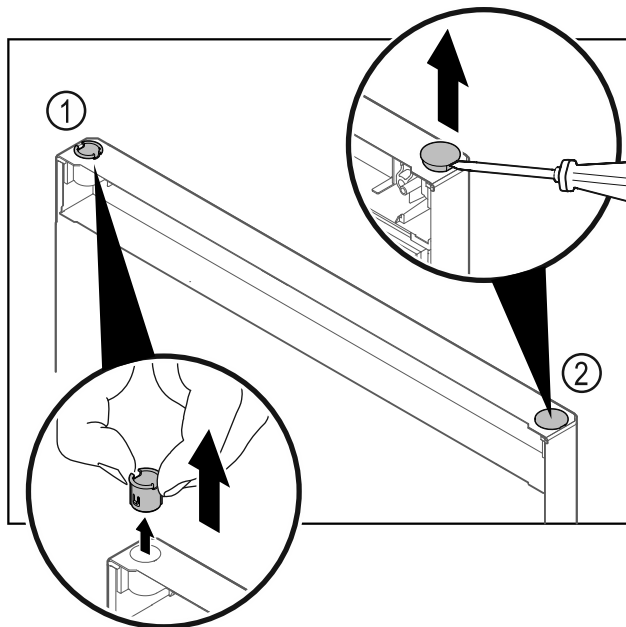

Fig. 16
- ▶ Пальцами вытяните шарнирную втулку Fig. 16 (1).
- ▶ Шлицевой отверткой осторожно подцепите и извлеките заглушку Fig. 16 (2).